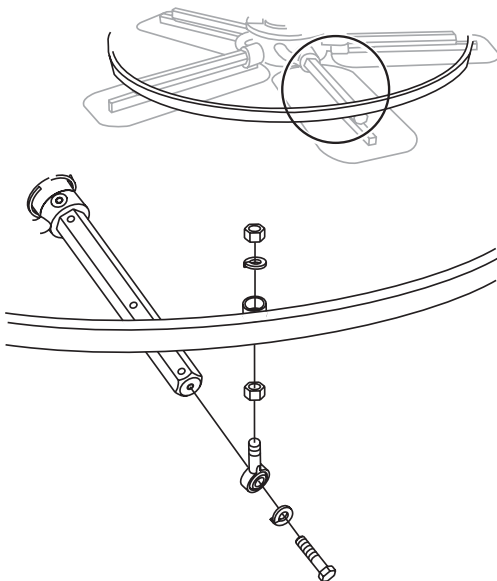

Figure 35. Anneau du stabilisateur
1. Retirez la visserie qui fixe l'anneau du stabilisateur sur le bras de la talocheuse-lisseuse (Figure 35).